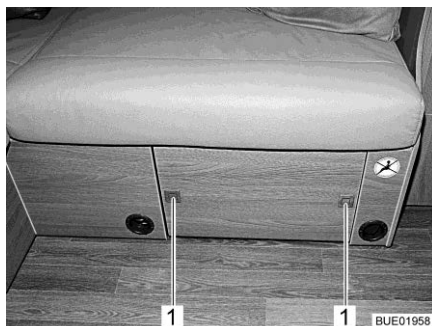

Fig. 131 Tavolino da salotto, stivato
- Premere i bottoni automatici (Fig. 131,1) sul diaframma del vano sedile. I bottoni automatici scattano all'infuori.
- Premere verso l'interno i bottoni automatici (Fig. 131,1) finché non si innestano.